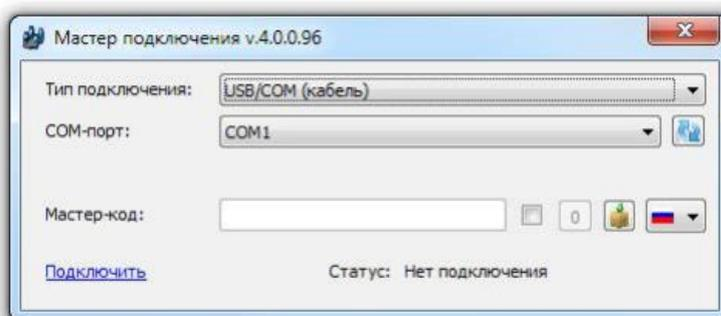

Рисунок 4 Настройка USB-соединения в программе ritm.conf
1. Запустить программу ritm.conf. Откроется окно с настройками подключения (см. Рисунок 4).